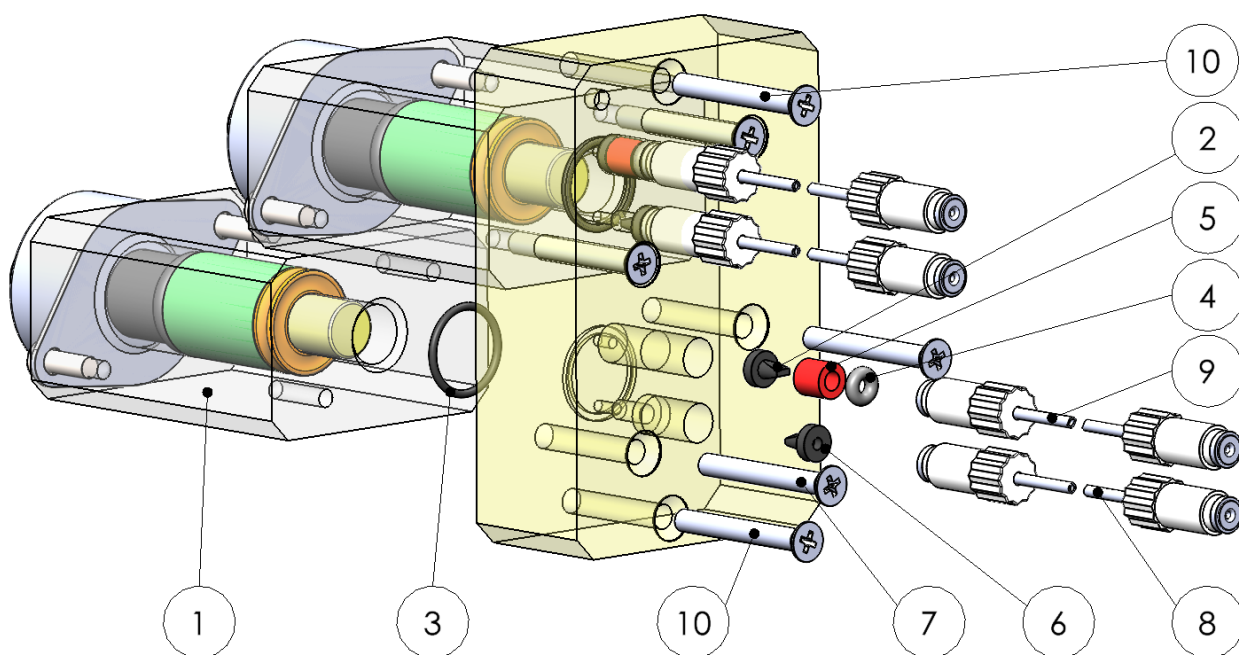

Figura 1
El kit de ampliación (art. n.º 40681) para instalar una segunda bomba para la función de limpieza consta de los siguientes componentes (véase la figura 1):
7. Retire la manguera (12) de la botella indicadora.
8. Retire la manguera (13) de la cámara de medición.
9. Utilice el destornillador Phillips para retirar los dos tornillos (10) (véase la figura 1).
1. Comprima el muelle (1) para que el émbolo quede visible.
2. Enrosque los componentes para instalar la válvula en el émbolo (utilice la figura 1 como guía).